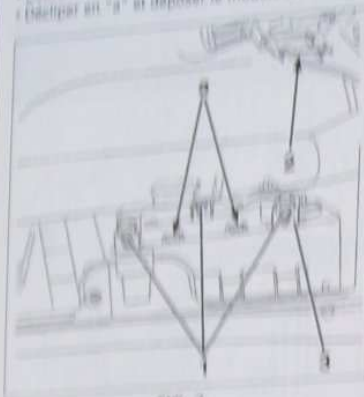

FIG. 7
- les vis de fixation (1) du module (fig. 7).
- Débrancher le connecteur (2) du module.
- Décrocher en "a" et déposer le module (3).